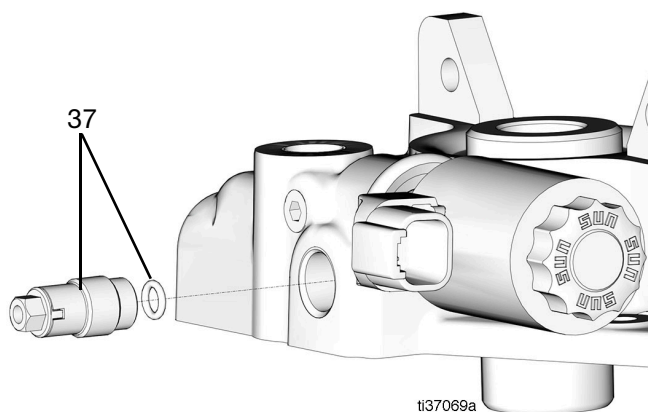

FIG. 49
35. Retirez le clapet anti-retour et le joint torique (37) (FIG. 49).